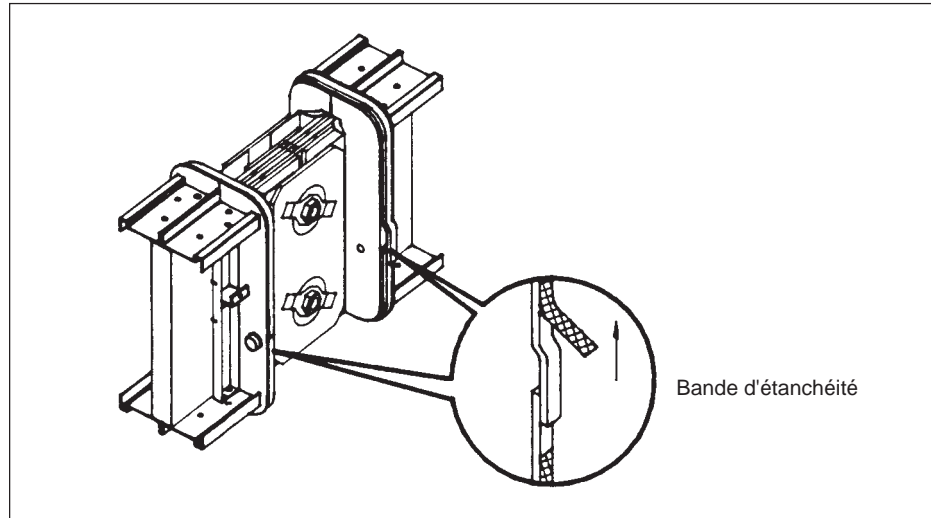

Figure 13
4. Préparer la jonction pour attacher les couvercles (figure 13).